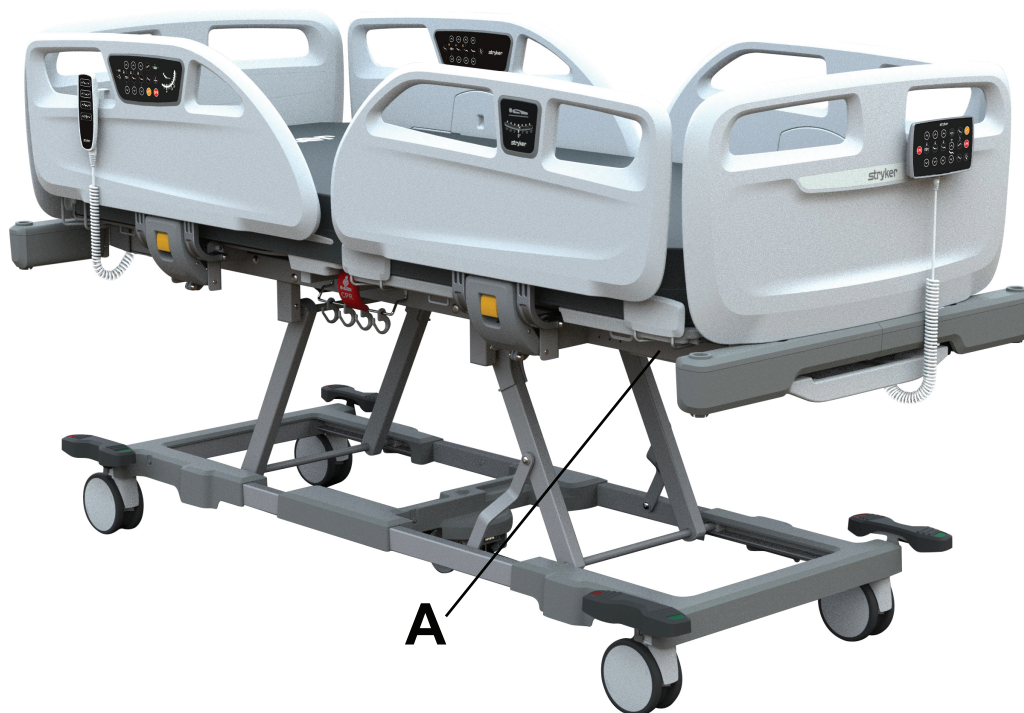

Рисунок 6 – Серийный номер Stryker и расположение таблички с техническими характеристиками
Серийный номер Stryker и табличка с техническими характеристиками (A) расположены под боковиной пациента рядом с ножным концом изделия (Рисунок 6).